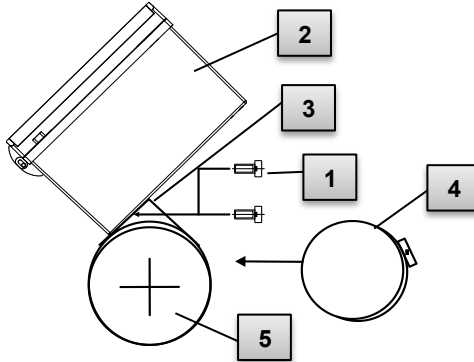

Abb. 6
1. Befestigen Sie mit Hilfe zweier gewindeschneidender Schrauben für Kunststoffe 4x13 mm (Abb. 6: 1) den Universalhaltewinkel A2 (Abb. 6: 3) durch die dafür vorgesehenen Bohrungen am DL230 (Abb. 6: 2).
3. Befestigen Sie den Universalhaltewinkel A2 (Abb. 6: 3) und das Gerät (Abb. 6: 2) mit Hilfe der Rohrschelle (Abb. 6: 4) an der Rohrleitung (Abb. 6: 5).